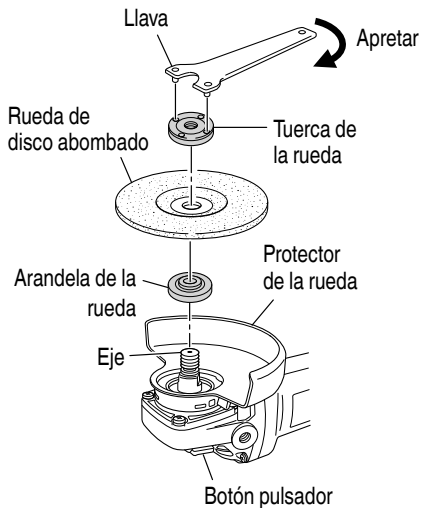

Fig. 5
Cerciórese de que el botón pulsador esté desenganchado presionándolo dos o tres veces antes de conectar la alimentación de la amoladora. (Fig. 5)
- (1) Dé la vuelta a la amoladora de forma que el eje quede encarado hacia arriba.
- (2) Alinee la muesca ovalada de la arandela de la rueda con la muesca del eje, y después fíjelas.
- (3) Fije la parte saliente de la rueda de disco abombado en la arandela de la rueda.
- (4) Atornille la rueda en el eje.
- (5) Presionando el botón pulsador con una mano, bloquee el eje girando lentamente la rueda de disco abombado con la otra mano. Apriete la tuerca de la rueda utilizando la llave suministrada como se muestra en la Fig. 5.